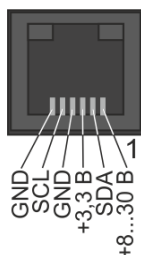

Рисунок 3 – Схема электрическая разъема RJ-12 (RJ-25) “Sensor”
**5.3.4** Подключите, при необходимости, используемые цифровые датчики к разъему RJ-12 (RJ-25) «Sensor» (см. рисунок 3). При подключении нескольких датчиков необходимо использовать разветвители TCU4, TCU5 “VELLEMAN” (или аналогичные).